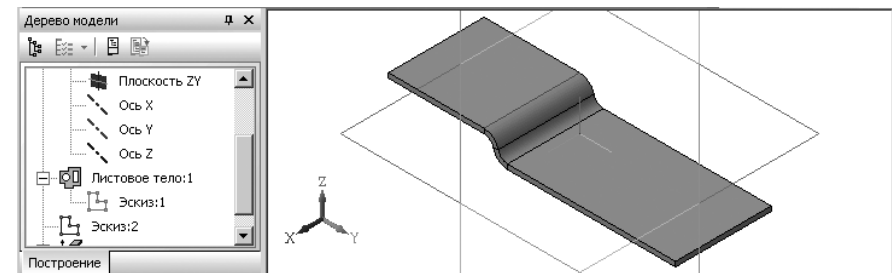

Рис. 7.101. Подсечка в обратном направлении по заданной линии сгиба
- щелкните на **Специальной панели управления** по кнопке  – **Создать объект**. Появится подсечка на листовой детали (рис. 7.101).